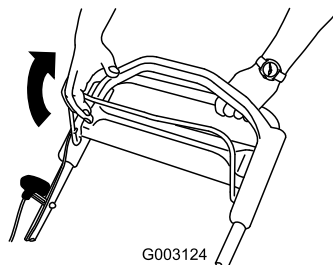

Figura 15
1. Tirate la barra di comando della lama verso la stegola (Figura 15).